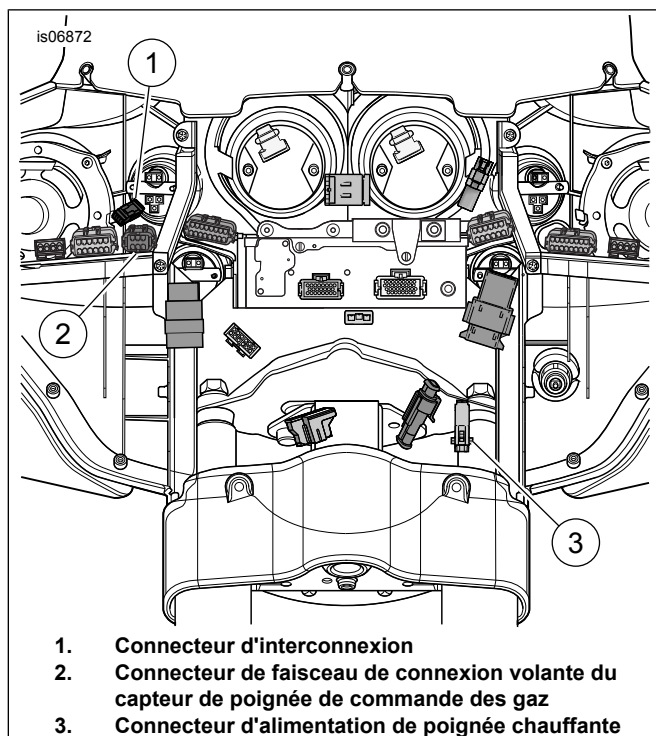

Figure 5. Câblage du carénage (modèles FLH)
Voir Figure 5 . Le connecteur d'alimentation de la poignée (3) possède un bouchon qui doit être déposé avant la connexion au câblage du véhicule.
2. Voir Figure 5 . Brancher le côté connecteur d'alimentation de la poignée de gauche sur le connecteur d'alimentation de la poignée (3).
3. Brancher (1) sur le connecteur de poignée de gauche.
- c. Brancher le connecteur de faisceau principal du TGS du faisceau de connexion volante sur le connecteur (2).